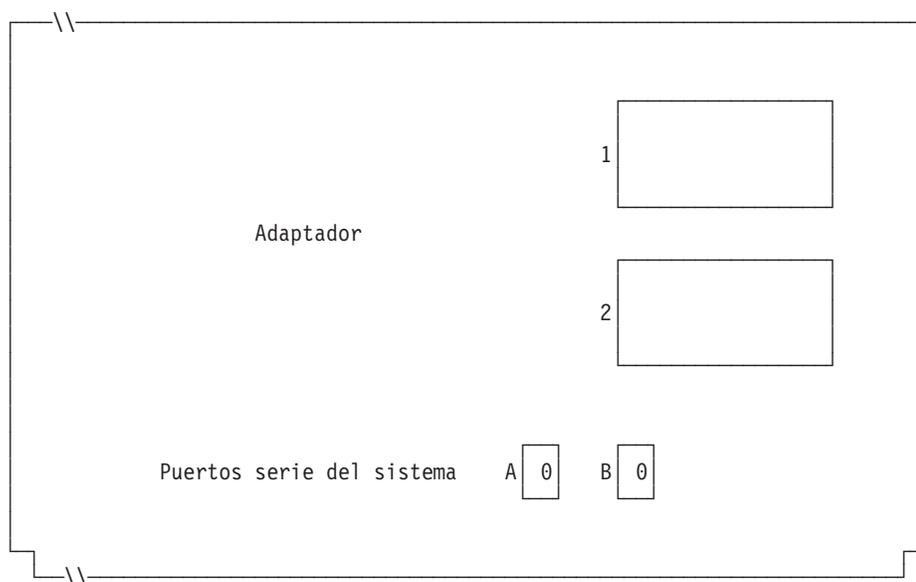

Figura 109. Lado derecho de la parte posterior del Terminal de Punto de Venta IBM 4694-2x7
- Si las aplicaciones de terminal utilizan un puerto asíncrono, escriba el número de puerto en la Figura 109 en la página 327. Especifique un 0 para los puertos no utilizados por el terminal. Los números de puerto válidos son 1, 2, 3, 4.